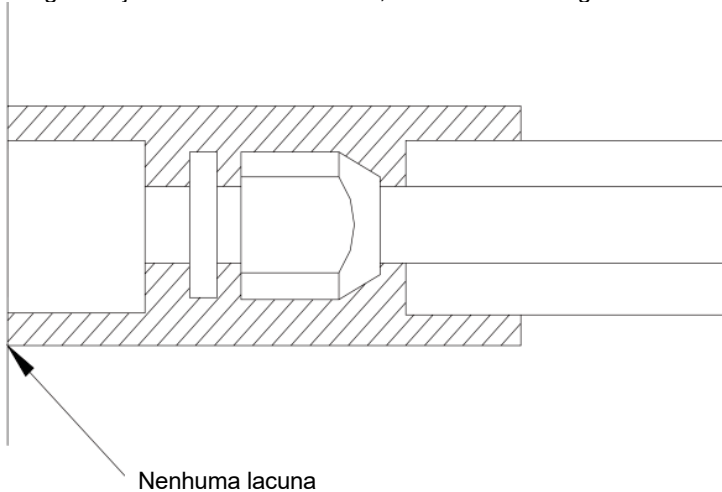

Fig.19
- b. As juntas da unidade interior devem ser envolvidas com o material isolante e não é permitido o gás na junta da unidade interior, como mostra a Fig.19.